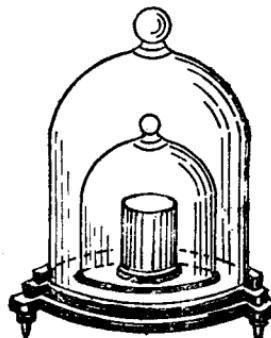

图 1-4
**质量的单位** 在国际单位制中，质量的主单位是千克，中文字号是千克，国际代号是 kg。最初定义：1000 立方厘米 ( $\text{cm}^3$ ) 即一升纯水在  $4^\circ\text{C}$  时的质量为 1 千克。后来根据这个定义，用铂铱合金制成一个质量是 1 千克的圆柱体，作为 1 千克的标准，叫做国际标准千克（图 1-4），保存在法国巴黎的国际计量局里。